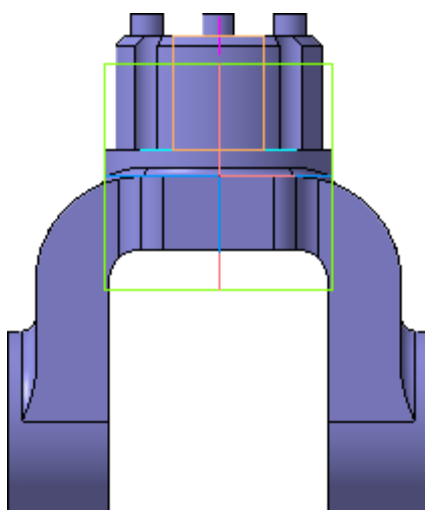

Рисунок 3.
- Установите стандартную ориентацию Сверху (рис. 3).